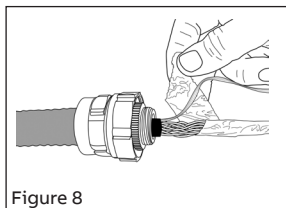

Figure 8
- Enlever le blindage sur toute la longueur de travail. Prenez soin de ne pas cogner ou endommager les conducteurs (Figure 8).